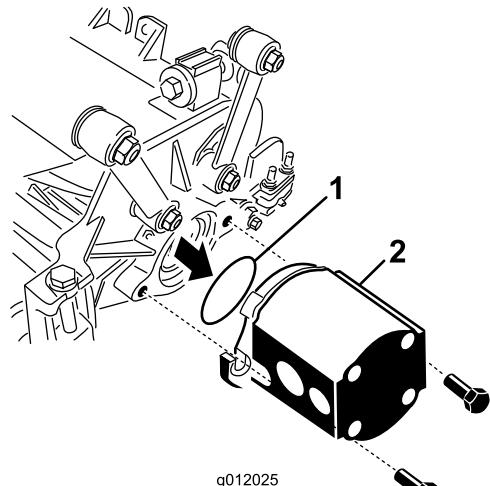

図 24
5. 駆動モータのフランジにOリング（カッティングユニットの付属部品）を取り付ける（図24）。
6. リールモータを各カッティングユニットに装着し、カッティングユニットの付属部品のキャップスクリュ 2 本で固定する（図 24）。